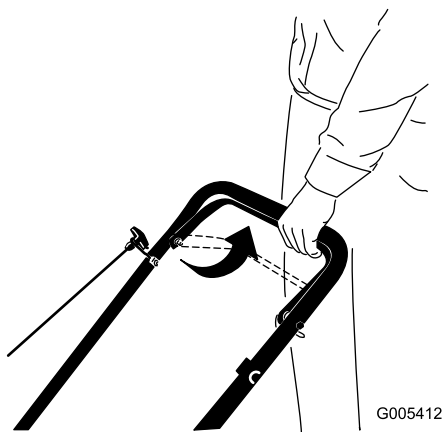
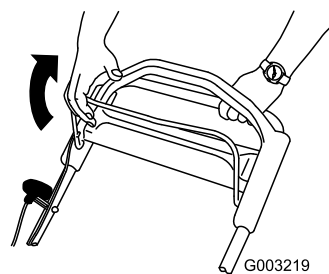

Figura 13
Figura 14
3. Sujete la barra de control de la cuchilla contra el manillar (Figura 13) o (Figura 14).